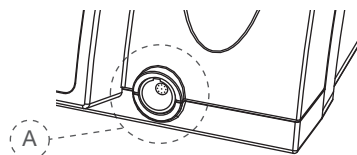

Fig. 2: Conexão na parte frontal
5. Introduza o conector do cabo do micromotor na tomada (Fig. 2, A) na parte frontal da unidade de comando.
Esta tomada (Fig. 2, A) é do tipo normal de encaixar. Oriente o ponto vermelho do conector para cima, de modo a ficar corretamente alinhado com o encaixe na tomada. O conector não é para ser enroscado na tomada. Para desligar, puxe pelo conector na extremidade metálica do cabo. Não tente rodar o conector.